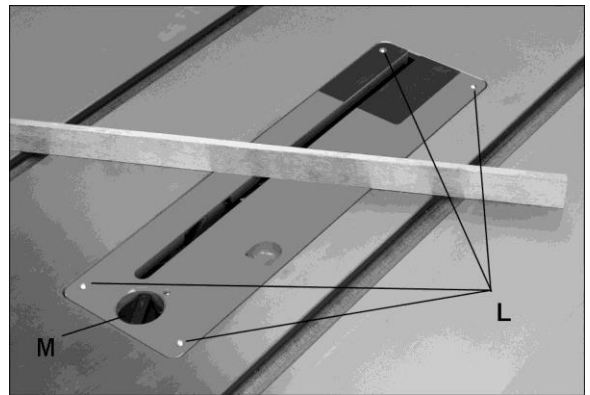

Рис. 6-14
3. Снимите вкладыш стола, повернув фиксатор (M, рис. 6-14), и поднимите вкладыш пальцем через отверстие.
См. рис. 6-14